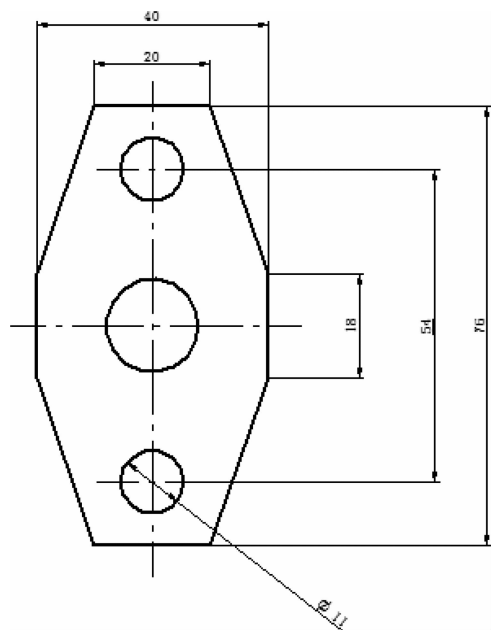

图 9-23 标注圆孔尺寸
- (5) 接下来标注圆孔尺寸，首先标注左视图中上下两个圆孔的尺寸，单击  【智能尺寸】按钮，再单击所需要标注的下面的圆孔，如图 9-23 所示。